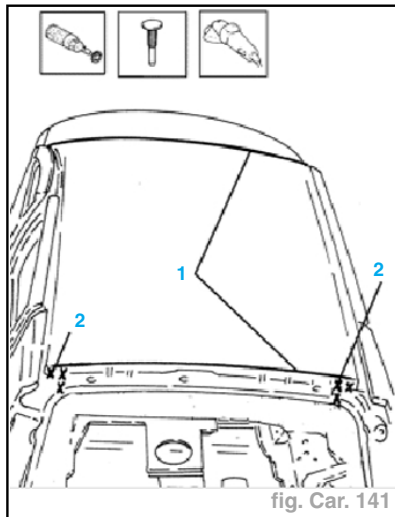

fig. Car. 141
- Retirer la couche de mastic des traverses de renfort au niveau des bords du pavillon (1) (fig. Car. 141).